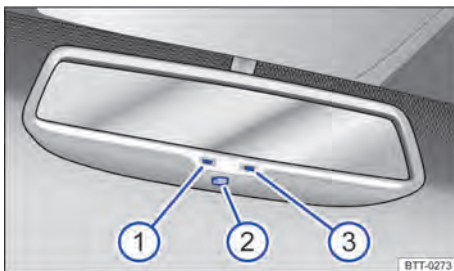

Fig. 71 No para-brisa: espelho retrovisor interno com antiofuscante automático.
Legenda para ⇒ Fig. 71:
- ① Luz de controle.
- ② Interruptor.
- ③ Sensor para reconhecer a incidência de luz por trás.
O antiofuscamento automático pode ser ligado e desligado com o interruptor no espelho retrovisor interno ⇒ Fig. 71 ②. Com o antiofuscamento automático ligado, a luz de controle ⇒ Fig. 71 ① se acende.
- Um sensor no lado que indica para o interior do veículo, que mede a incidência de luz por *trás* ⇒ Fig. 71 ③.